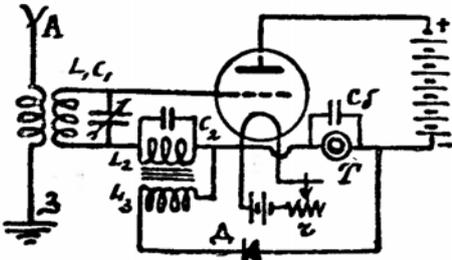

Рис. 84.
3. Рефлексный приемник (см. рис. 84).